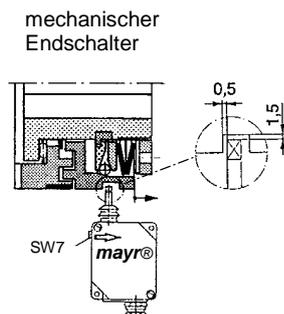
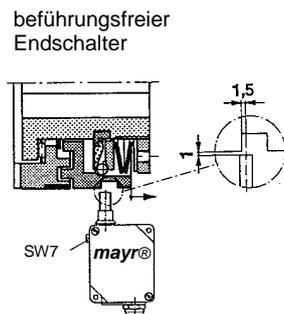
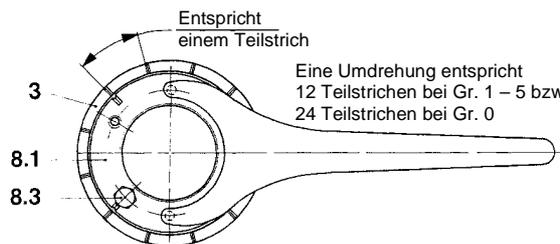

Bild 7
Bild 8
Bild 10
Die Schaltrichtung des Schalthebels am mechanischen Endschalter ist **rechts**, bei Blickrichtung auf Gehäusedeckel bzw. mayr[®]-Signet (siehe Bild 7).
- ❑ Stellen Sie die Schalterabstände für den mechanischen und berührungsfreien Endschalter nach Bild 7, bzw. Bild 8 ein.
- ❑ Der Abstand des Schaltteils (3) (siehe Bild 10) vom Schalterpunkt kann mit einer Sechskantschraube SW7 fein einjustiert werden (Bild 7 und 8).
Die Einstellung erfolgt durch Verdrehen der Einstellmutter. Drehen im Uhrzeigersinn bewirkt Erhöhung, gegen den Uhrzeigersinn Verringerung des Drehmomentes (Blickrichtung auf die Einstellmutter, wie im Bild 10).
2. Gewinde und Anlageflächen von Einstellmutter (8.1), Sicherungsblech (8.2) und Nabe (1) fetten.
3. Einstellmutter (8.1) von Hand zu stellen, bis zur Anlage der Tellerfedern (10).
4. Weiterdrehen, bis die 4 Kerben in der Einstellmutter (8.1) und die Kerben des Schaltteiles (3) übereinstimmen (Bild 10).
5. Einstellmutter (8.1) mit Stirnlochschlüssel um die Anzahl der Teilstriche weiterdrehen, die dem gewünschte Drehmoment entspricht (Bild 10). (Anzahl der Teilstriche auf dem Einstelldiagramm).
6. Sechskantschraube (8.3) eindrehen (Kerben an Einstellmutter (8.1) und Schaltteil (3) müssen in gleicher Position stehen).
Das Überlastmoment der Kupplung ist z. B. auf 300 Nm eingestellt. Nun soll das Überlastmoment auf 350 Nm erhöht werden. Wird nach Drehmoment-Einstelldiagramm ein Überlastmoment von 300 Nm bei 36 Teilstrichen und 350 Nm bei 46 Teilstrichen erreicht, so muss die Einstellmutter (8.1) um die Differenz von 10 Teilstrichen im Uhrzeigersinn nachgestellt werden. Dazu entfernen Sie die Sechskantschraube (8.3) und stellen die Teilstriche mit einem Stirnlochschlüssel nach (Bild 10). Anschließend wird die Sechskantschraube (8.3) wieder eingedreht, wobei die 4 Kerben in der Einstellmutter (8.1) und die Kerben des Schaltteiles (3) in gleicher Position stehen müssen.